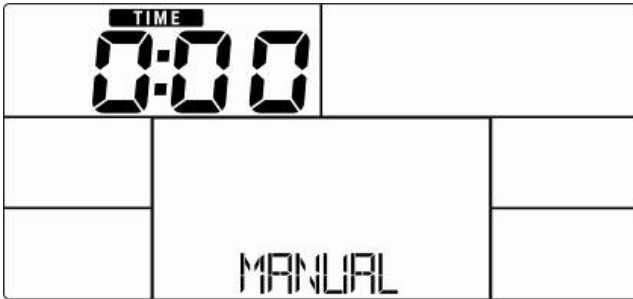

Abb. 8
- a. TIME (Trainingszeit, Abb.8)